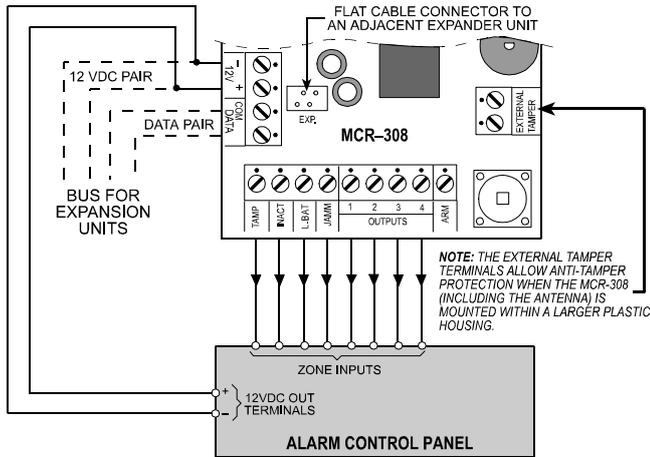
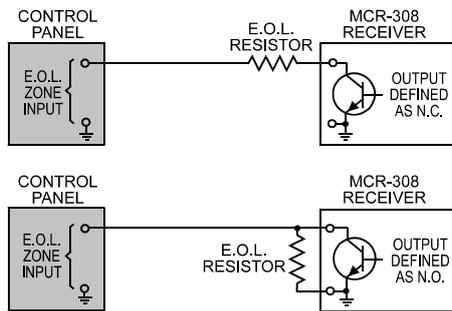

Figure 5. Wiring Diagram
图6. E.O.L. 防区接线图
### 4.3 接线 (图5及图6)
**注意:** 如果控制主机防区输入被定义为终端电阻E.O.L.,你必须利用合适的E.O.L.电阻(见图6)。